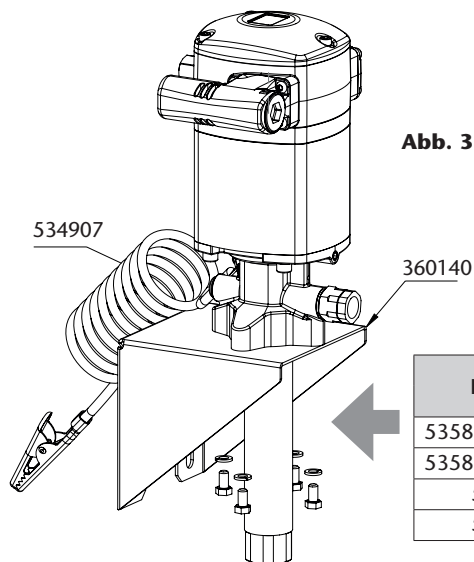

Abb. 3
- Wandmontage mit Schrauben. Führen Sie die Pumpe durch die Halterung (360140) und befestigen Sie sie mit 4 Schrauben M8 (Abb. 3).